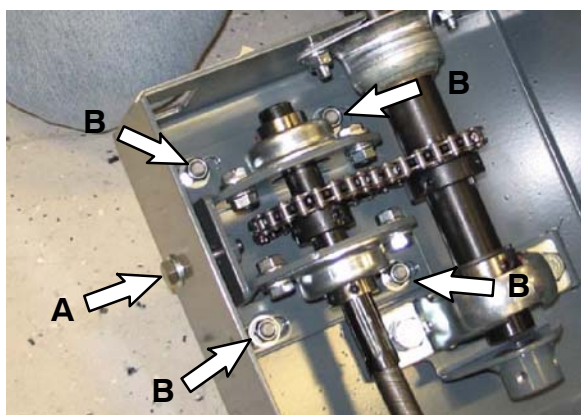

FIG. 35
Nouvelles machines : Serrez la visserie de tension de direction (A), puis la visserie (B) (24 Nm / 18,5 ft lbs) pour fixer l'assemblage soudé de plaque de support sur le profilé de montage de direction. (Fig. 35)